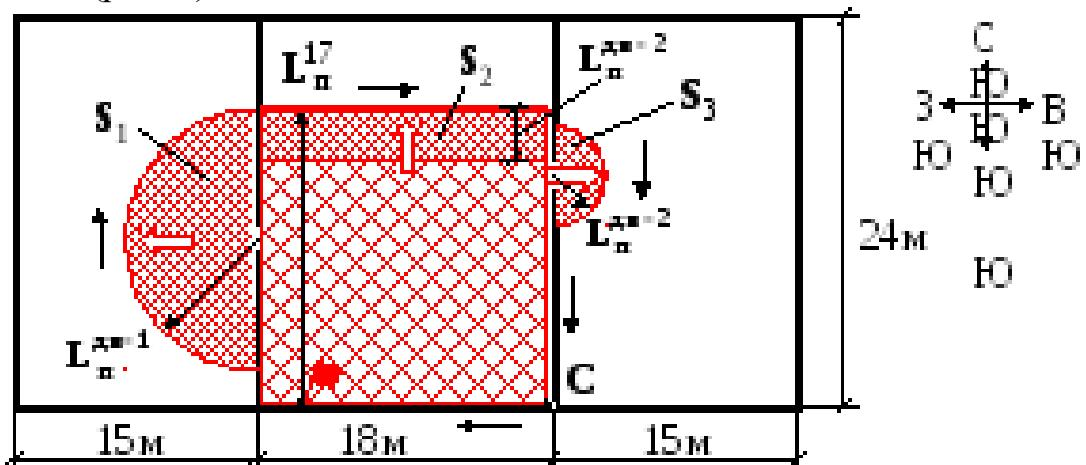

Рис. 3. Схема развития пожара на 17-й минуте
Площадь пожара имеет сложную форму развития (рис. 3), состоящую из двух элементарных геометрических фигур:
На схему, выполненную в масштабе, наносим путь, пройденный огнем за время равное 17 мин. Развитие пожара будет происходить в трех помещениях (рис. 3):
Для определения периметра пожара на рис. 3 выберем точку отсчета (C), далее по часовой стрелке суммируем отрезки внешней границы площади пожара: